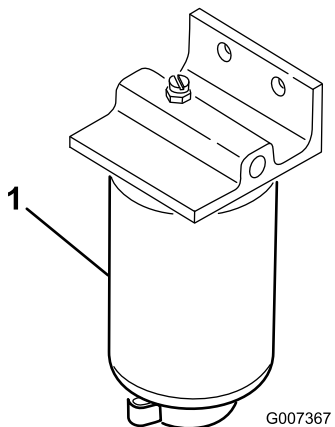

Рисунок 38
1. Подставьте под топливный фильтр чистую емкость (Рисунок 38).
2. Очистите область в зоне крепления фильтра (Рисунок 38).